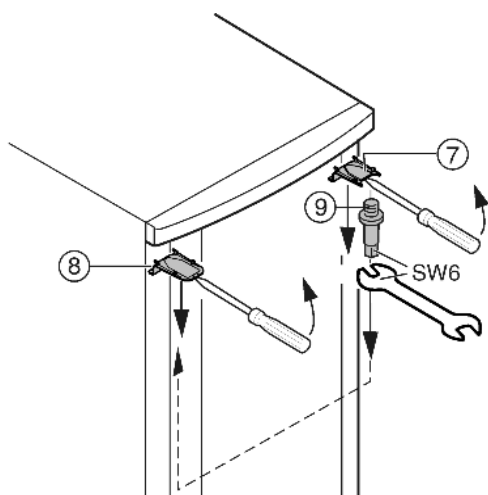

Fig. 8
- ▶ Za pomocą śrubokrętu podważyć z przodu osłonę Fig. 8 (7) u góry i osłonę Fig. 8 (8) i wyjąć je skośnie w dół.
- ▶ Wykręcić trzpień zawiasu Fig. 8 (9) i wkręcić mocno po przeciwnej stronie (**z siłą 4 Nm**).
- ▶ Ponownie zamontować osłonę Fig. 8 (7) po stronie sworznia łożyska: nasadzić z tyłu i zażębić z przodu.
- ▶ Zamontować osłonę Fig. 8 (8) po przeciwległej stronie: nasadzić z tyłu i zażębić z przodu.
- ▶ Drzwi zawiesić na górze na trzpieniach zawiasów Fig. 8 (9).